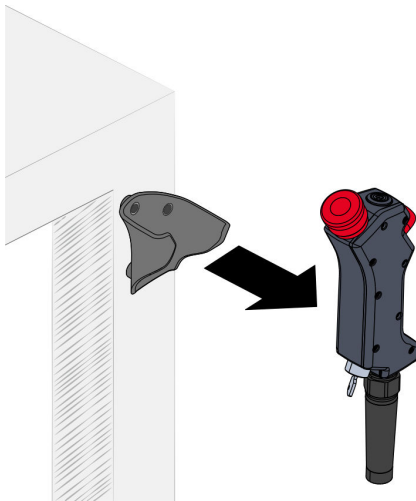

Abb. 101 Handcontroller entfernen
13. Handcontroller aus der Halterung am Tisch entfernen und in der Nähe der Robotersteuerung ablegen **Abb. 101**.